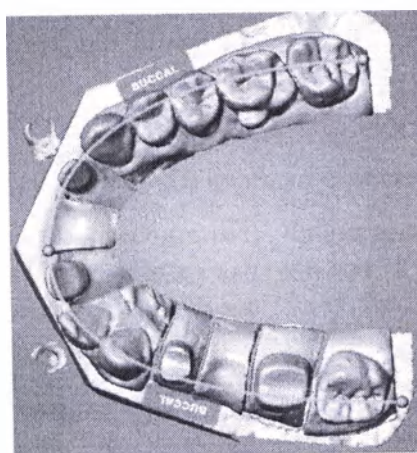

Рис.15 Разместить зеленую линию так, чтобы она соответствовала скану
8. Разместить зеленую линию таким образом, чтобы она соответствовала скану, перетащив центральную и конечные точки и маркеры **ЩЕЧНОЙ ПОВЕРХНОСТИ** (рисунок 15).